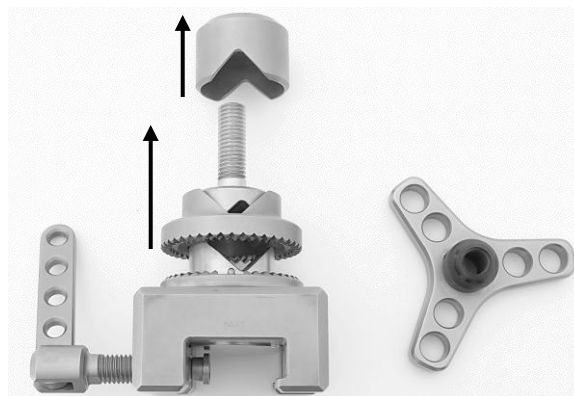

Fig. 17
Dra först den övre delen av klämbacken (2) från sockelns (4) gänga och ta sedan bort den undre delen av klämbacken (3) (fig. 17).